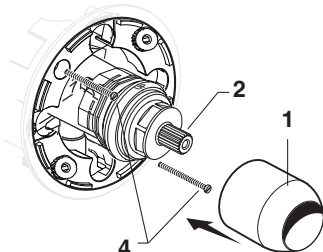

Figure 1a.
- **Figure 1a.** Enfoncez le CAPUCHON (1) sur la CARTOUCHE (2) jusqu'à ce qu'il soit bien assis contre l'arrêt.